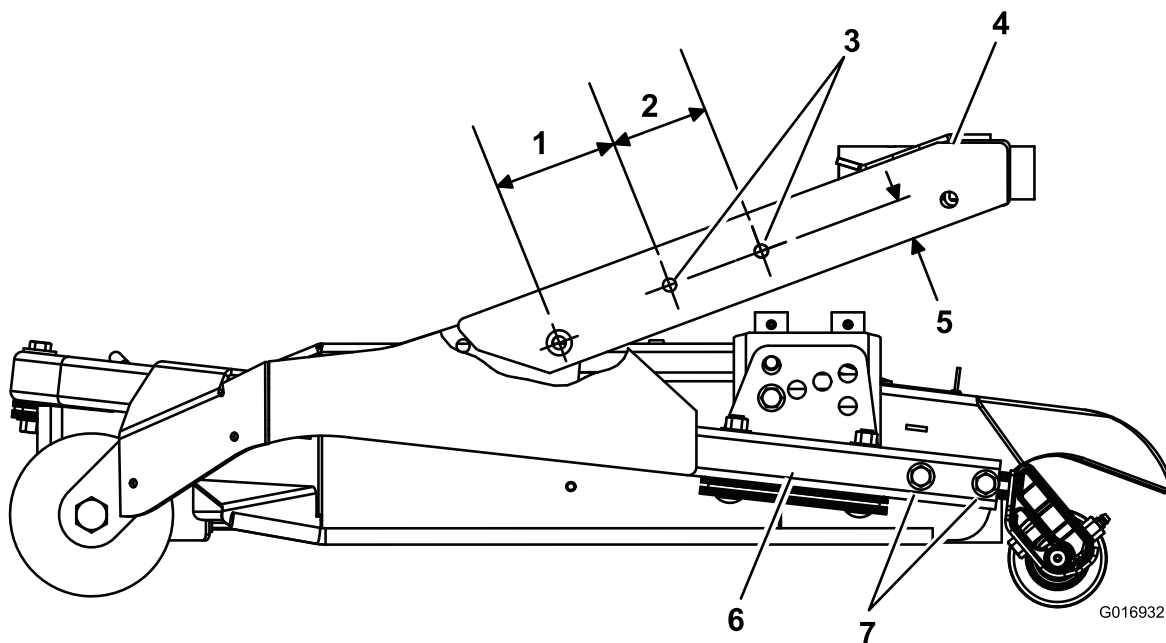

Figure 3
1. Percez 2 trous (10 mm de diamètre) dans le bâti porteur aux emplacements indiqués à la Figure 3.
2. Retirez les 2 boulons du cadre du plateau (Figure 3).